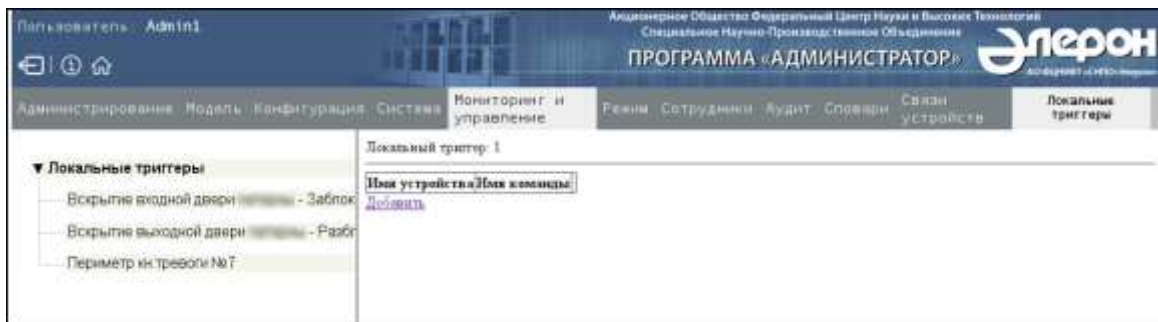

Рис. 83
- 7) в открывшемся бланке (Рис. 83) добавить команды, которые будут выполняться при запуске триггера, для чего: